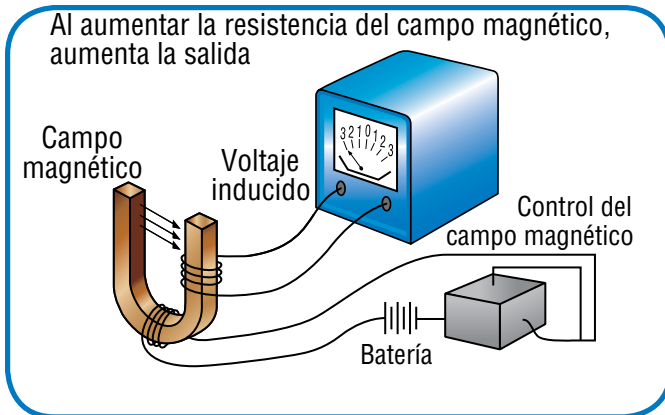

Figura 4 – El aumento de la resistencia de un imán aumenta el voltaje
- Aumentar la resistencia del imán (enviar más corriente al rotor) (Figura 4). Este es el método más popular para controlar la salida del alternador, y se utiliza en la mayoría de las máquinas accionadas por motor de Miller.